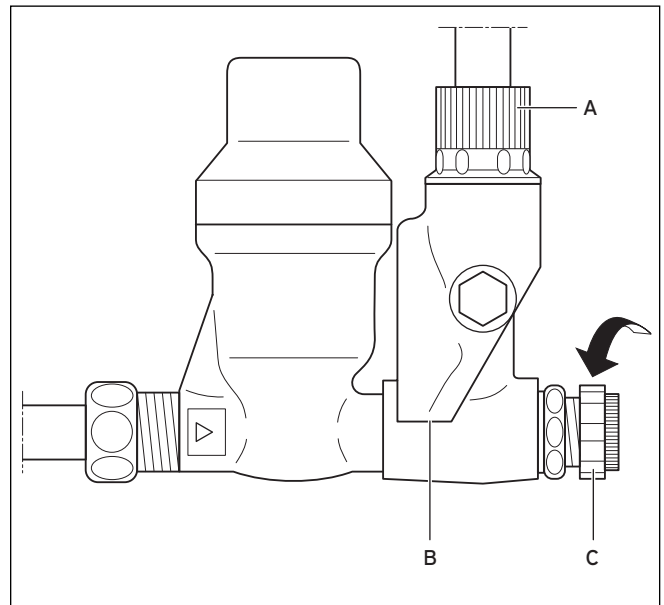

Abb. 6.1 Sicherheitsgruppe
- Installieren Sie die Abblaseleitung (B, Abb. 6.1) des Sicherheitsventils in der Größe der Austrittsöffnung des Sicherheitsventils in einer frostfreien Umgebung.
- Öffnen Sie vor der Erst-Inbetriebnahme des Elektro-Warmwasserspeichers VEN/H das Kaltwasser-Absperrventil (**C**, **Abb.6.1**) vor dem Warmwasserspeicher. Es darf nicht als Drosselventil benutzt werden.
- Halten Sie die Abblaseleitung (**B, Abb. 6.1**) stets offen. Nicht verschließen!
- Informieren Sie den Betreiber, dass er regelmäßig vorbeugend das Sicherheitsventil durch Betätigung des Anlüfters (**A, Abb. 6.1**) überprüft.
Wenn Wasser ausläuft, ist sichergestellt, dass der VEN/H gefüllt ist. Bei der ersten Aufheizung prüfen, ob das Sicherheitsventil ordnungsgemäß arbeitet. Bei der Erwärmung des Speicherinhalts muss sichtbar Wasser aus der Abblaseleitung (**B, Abb. 6.1**) tropfen.
- Informieren Sie den Betreiber, dass er regelmäßig vorbeugend das Sicherheitsventil durch Betätigung des Anlüfters (A, Abb.6.1) überprüft.